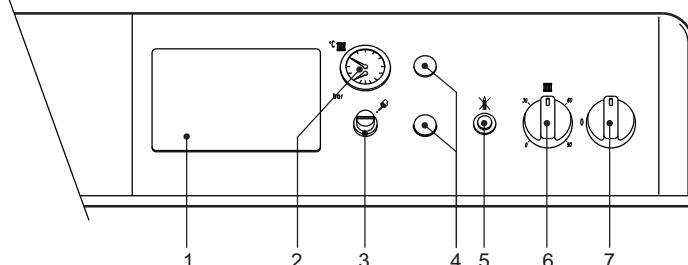

fig. 1 - Tableau des commandes
- Mettre l'interrupteur de la chaudière "7" sur la position 1 (fig. 1).
- Lorsque la chaudière est dotée d'un module électronique thermostatique, monté en position 1 fig. 1, l'utilisateur devra également tenir compte des instructions fournies par le constructeur de celui-ci.
Tourner la manette 6, fig. 1 dans le sens des aiguilles d'une montre pour augmenter la température de l'eau de chauffage, la tourner dans le sens inverse pour la réduire. La température peut être modulée de 30° mini à 90° maxi. Il est toutefois conseillé de ne pas faire fonctionner la chaudière au-dessous de 45°.
Programmer la température souhaitée à l'intérieur des pièces à l'aide du thermostat d'ambiance. Commandée par le thermostat d'ambiance, la chaudière s'allume et l'eau est amenée à la température établie par le thermostat de réglage de la chaudière 6, fig. 1. Le générateur s'éteint dès que la température souhaitée aura été atteinte à l'intérieur des pièces.
La pression de charge de l'installation froide, lire sur l'hydromètre de la chaudière partie. 2 de fig. 1, doit être d'environ 1,0 bar Au cas où au cours du fonctionnement de l'installation la pression baisserait, (à cause de l'évaporation des gaz contenus dans l'eau) à des valeurs inférieures au minimum précité, l'utilisateur devra rétablir la valeur initiale à l'aide du robinet de charge. Refermer toujours le robinet de remplissage à l'issue de l'opération.